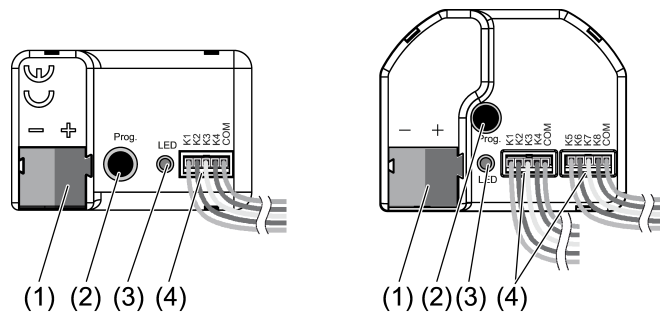

Bild 1: Enhetens konstruktion
- Anslut bussen till KNX-anslutningen (1) med en KNX-anslutningsplint (se bild 1).